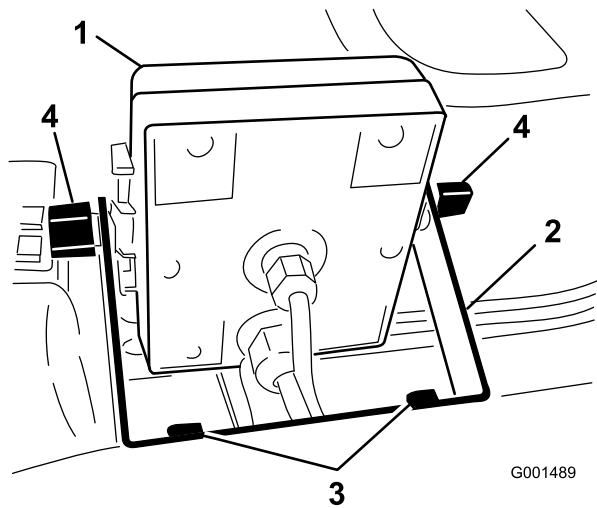
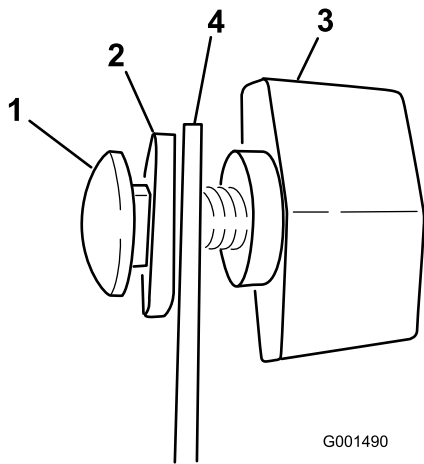

図 5
図 6
2. モニタのブラケットをダッシュボードに取り付ける ; フランジヘッド・ボルト (1/4 x 3/4 in) 2本とフランジ・ナット (1/4 in) 2本を使用する (図 5)。
3. キャリッジボルト、ゴム・ワッシャ、ノブ各2個を、図 5および図 6のように仮止める。
- ブラケットにスプレープロを取り付け(図 5)、ノブで固定する。